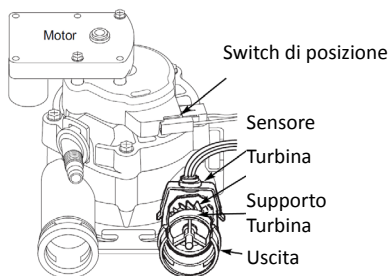

Figura 16 - Turbina e sensore
6. Se il display non segna passaggio di acqua, smontare il sensore dal suo alloggiamento (Figura 16) e passare una calamita tra i due elettrodi, se il display comincia a segnalare una variazione di valore verificare se la turbina gira correttamente; se il display non segnala variazione c'è un guasto nel sensore.